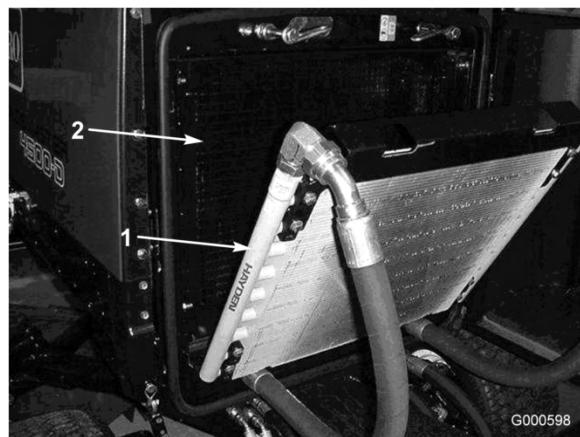

Figura 53
3. Girate indietro il radiatore dell'olio. Pulite accuratamente entrambi i lati dell'area del refrigeratore dell'olio e del radiatore utilizzando aria compressa (Figura 53).